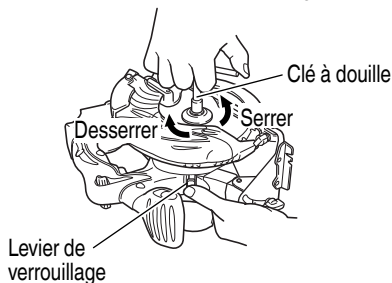

Fig. 15
- (1) Régler le volume de coupe au maximum, et placer la scie circulaire comme indiqué à la Fig. 15.